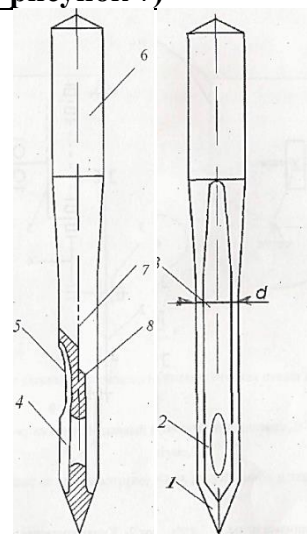

рисунок 7
14. Подпишите название частей, из которых состоит игла для швейных машин (см. рисунок 7)